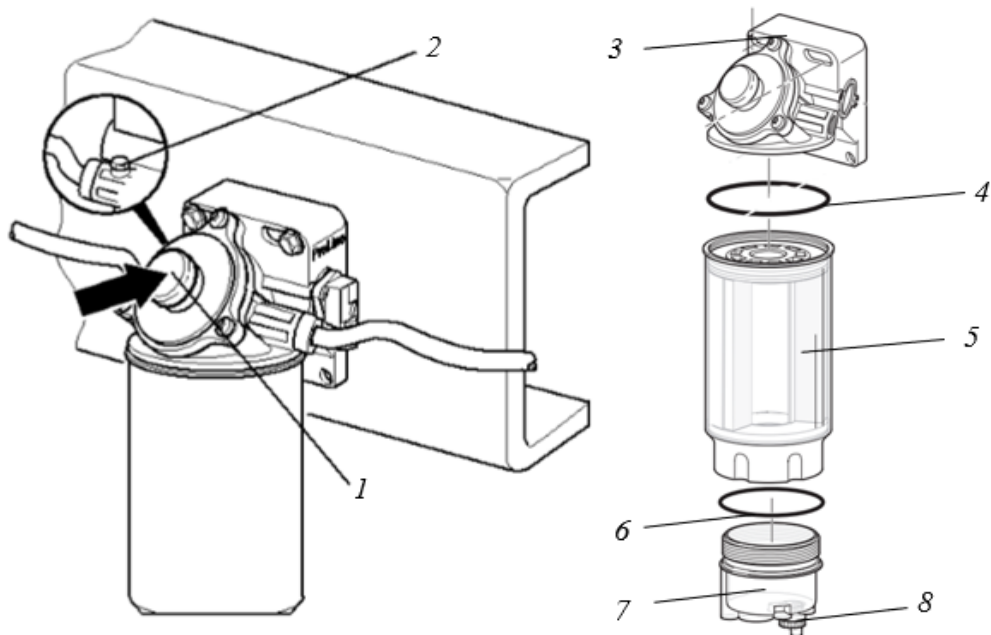

Рисунок 5.28. Фильтр предварительной очистки топлива PRELINE 270
- ▶ Открыть резьбовую пробку 8, одновременно ослабить резьбовую пробку для удаления воздуха 2 рис. 5.28 *Рисунок* .
- ▶ Отвернуть водосборник 7 рис. 5.28.